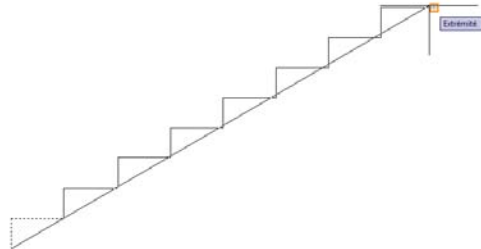

Figure 3.97
5. Pour terminer, dans le mode Copie multiple, faites des copies en gardant le même point de copie et la même direction. Vous obtenez ainsi l'escalier (voir Figure 3.97).